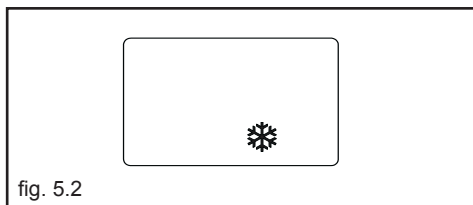

fig. 5.2
Durante il ciclo antigelo sul visualizzatore digitale appare il simbolo ❄️ (fig. 5.2).
- **Antigelo sanitario:** la funzione si avvia se la temperatura rilevata dalla sonda sanitaria scende sotto i 5°C . In questa fase si attiva il circolatore e, se caldaia non in blocco, anche il bruciatore alla minima potenza finché la temperatura dell'acqua di mandata raggiunge i 55°C . Durante il ciclo antigelo sul visualizzatore digitale appare il simbolo ❄️ (fig. 5.2).